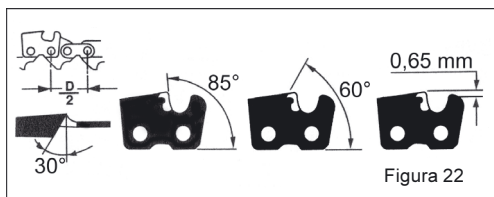

Figura 22
- Para afilar los dientes de corte es preciso tener en cuenta los siguientes valores (Figura 22):